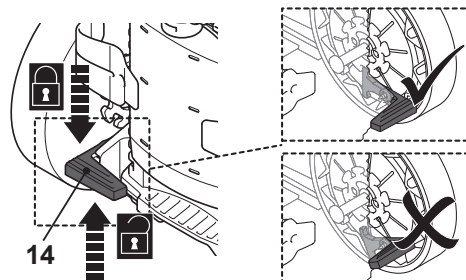

Fig. 20
1. Coborâți pedala de frână (14) pentru a bloca roata din spate. Mutați ușor roata pentru a vă asigura că maneta de frână este cuplată corect. (Fig. 20).